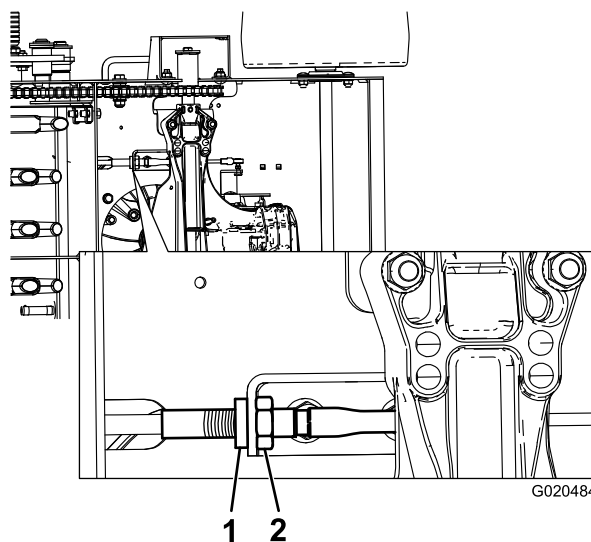

Figure 36
2. Réglez le câble de transmission aux roues au niveau de l'ancrage inférieur en dévissant l'écrou jusqu'au bout du filetage et en serrant l'écrou de blocage (Figure 36).